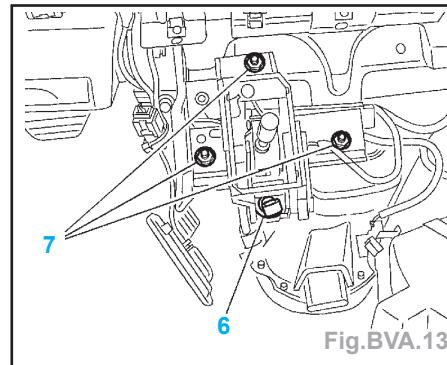
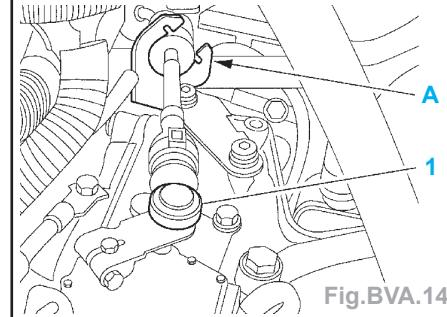

Fig.BVA.13
Fig.BVA.14
- Désaccoupler le câble de commande de vitesse (6) du levier de sélection à l'aide d'une clé plate (Fig.BVA.13).
- les 3 écrous (7),
- Déposer l'agrafe de maintien du câble de commande de vitesse (en «A») (Fig. BVA.14).
- Désaccoupler la rotule (1).